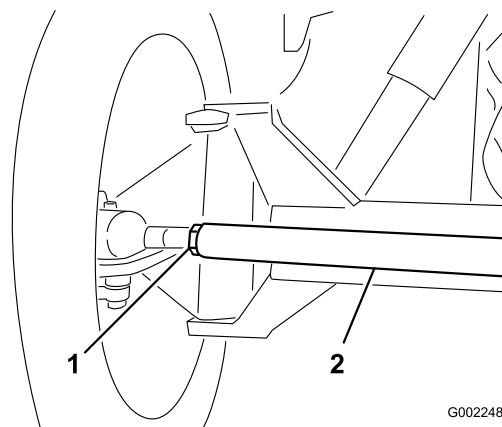

Figura 84
3. Se la misura non rientra nel campo specificato, allentate i controdadi da ambo i lati del tirante (Figura 84).